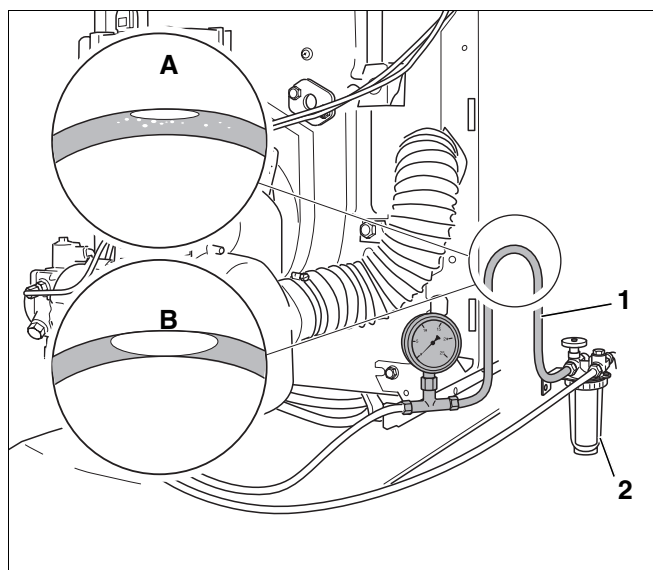

Рис. 47 Вертикальная петля прозрачного шланга
- Соединить прозрачный шланг (рис. 47, поз. 1) со всасывающей линией за топливным фильтром (рис. 47, поз. 2).
- Сделать из прозрачного шланга вертикальную петлю так, как показано на (рис. 47).
- Проверить размеры воздушного пузырька, образовавшегося в шланге (рис. 47, вид А и В).
Топливопровод достаточно герметичен, если воздушный пузырек в верхней части шланга имеет небольшие размеры (рис. 47, вид А).
Большой воздушный пузырек (рис. 47, вид В) говорит о том, что на всасывающей линии и/или в местах подключений имеются неплотности.